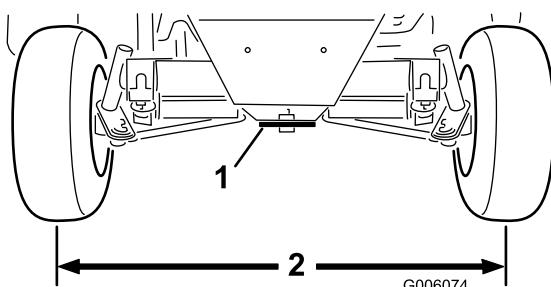

図 57
2. 両方のタイ・ロッドのジャム・ナットをゆるめる。右タイヤの中心線からと左タイヤの中心線までの距離が、タイヤの前後で等しくなるように、タイ・ロッドを回して調整する（図 57）。